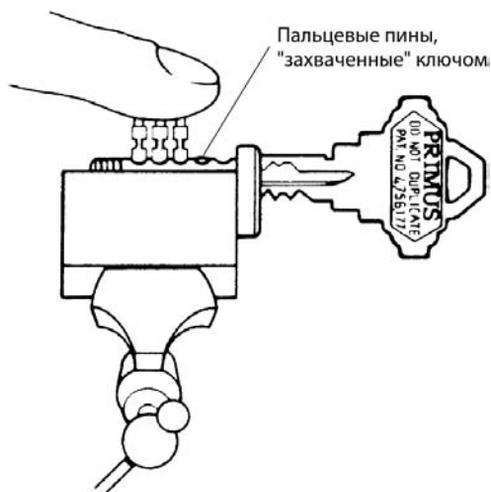

Рис. 7.29. Вставка пальцевых пинов (С разрешения компании Schlage Lock Company)
4. Установить пальцевые пины в соответствующие позиции, одновременно вставляя ключ в личину цилиндра (рис. 7.29). Нужно оказывать небольшое давление на пальцевые пины при вставке ключа.